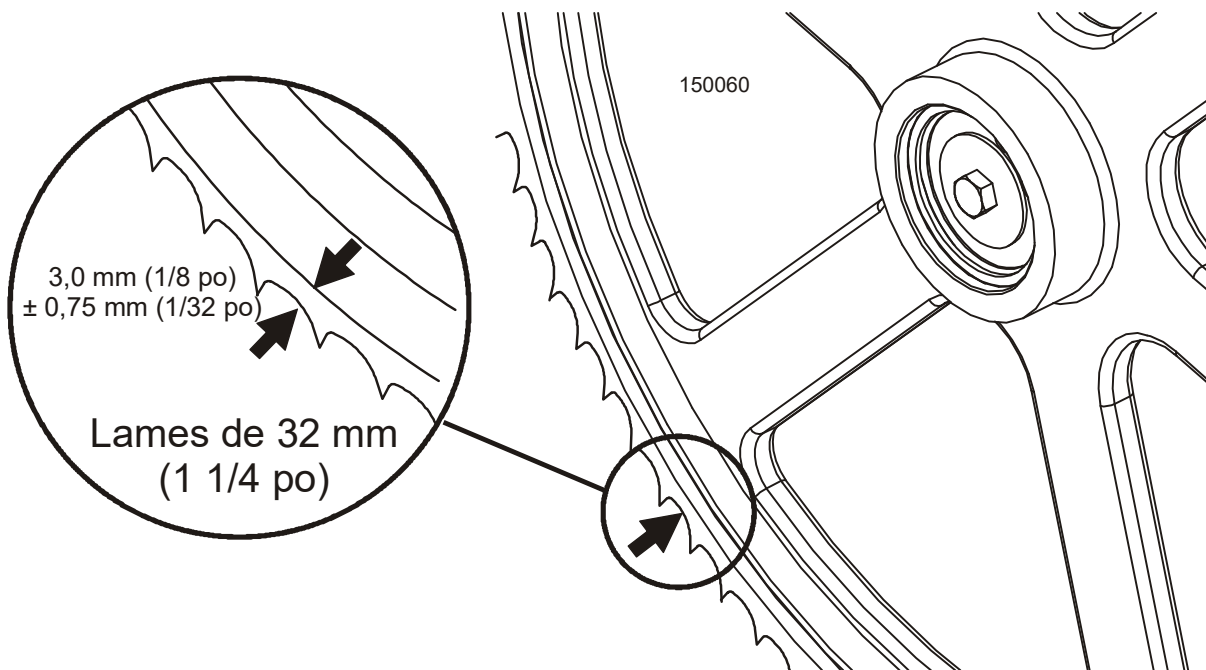

FIG. 3-34
6. Positionnez les lames de 1 1/4" de large sur les volants de telle sorte que la gorge se trouve à 1/8" (3.0 mm) à partir du bord du volant. (Voir FIG. 3-34 .).